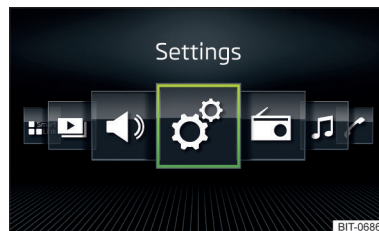

Fig. 123
- Seleccionar la opción Visualización de la trama » fig. 122 o Visualización horizontal » fig. 123.